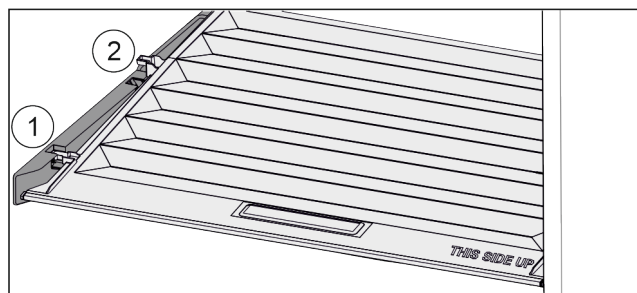

Fig. 109
- ▶ Dra locket framåt Fig. 109 (1) till öppningen i fästdelarna.
- ▶ Lyft det baktill underifrån och ta ut Fig. 109 (2) det uppåt.